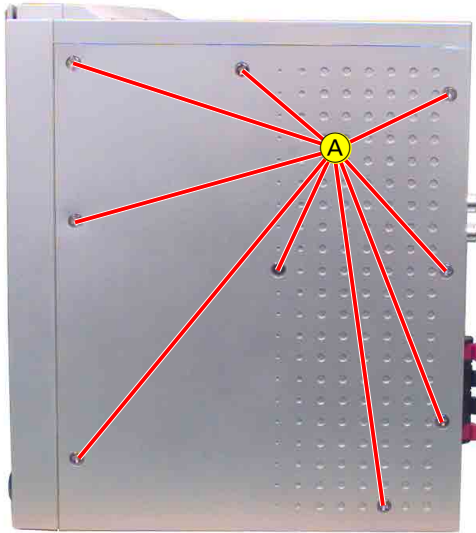

Fig. 1
- 18 Schrauben (A) (Fig. 1, 2) herausdrehen.
- Undo 18 screws (B) (Fig. 1, 2).